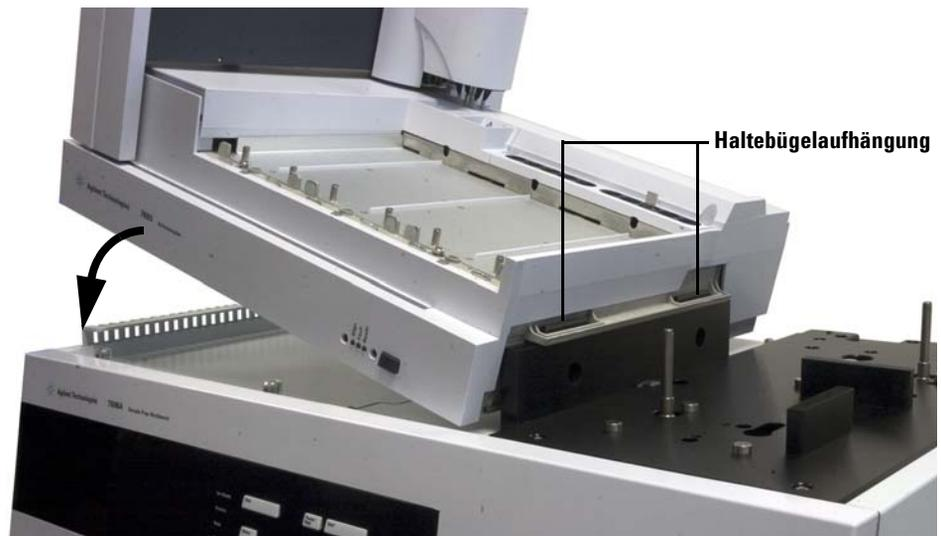

Abb. 12 Installation des vorderen Turms auf der Grundplatte
- 1 Platzieren Sie den Probeneller mit beiden Händen vorsichtig auf der Grundplattenbasis. Richten Sie die Haltebügelabhängung des Probenellers am Grundplattenhaltebügel aus (Abb. 12). Setzen Sie den Probeneller in einem Winkel auf, in dem die untere Aufhängung des Bügels in die passende Öffnung des Grundplattenhaltebügels einhakt. Achten Sie darauf, dass die Haltebügelabhängung des Probenellers am Grundplattenhaltebügel ausgerichtet ist.